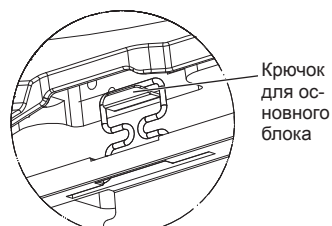

Fig. 5-6
- После затяжки винта убедитесь, что два крючка решетки (Fig. 5-6) зафиксированы на крючках на основном блоке.